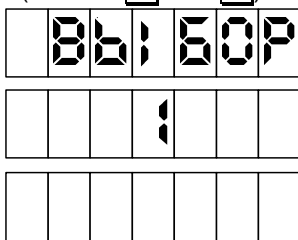

Рисунок 9
– "включен, 1 клавиатура". При подготовке заказа на всех табло будет выводиться дополнительный диалог выбора стороны (рисунок 9). Необходимо выбрать номер стороны, по которой будет производиться отпуск топлива (нажать **1** или **2**).